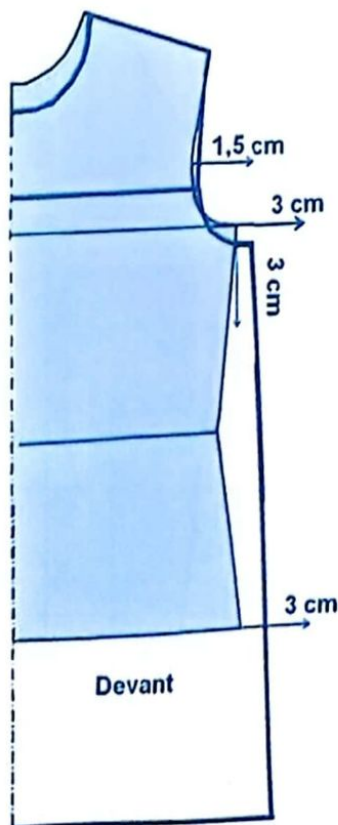

FIG. 1
- Retracez l'emmanchure et la couture latérale devant selon les nouveaux points en prolongeant la ligne de côté jusqu'à celle du bas (fig.1).